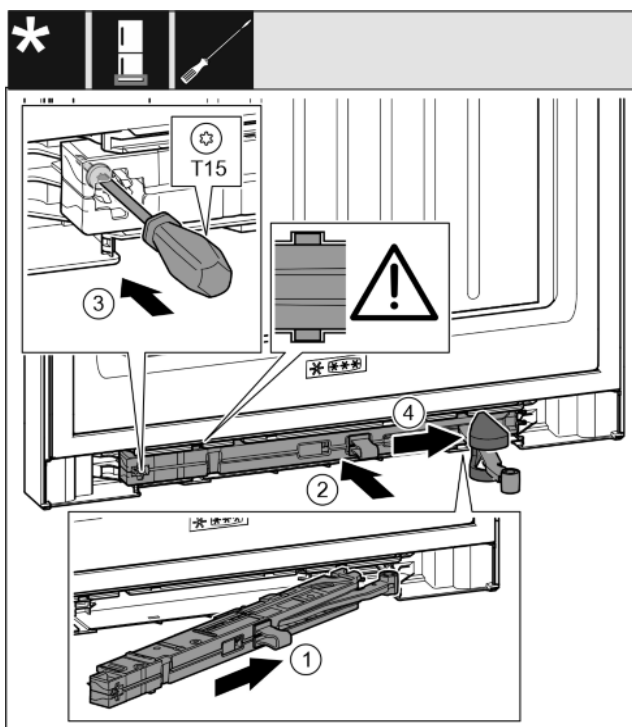

*Fig. 36*
- ▶ Tolja be ferdén, ütközésig a záráscsillapító egységet a mélyedésbe a csapágybak felőli oldalán. *Fig. 36 (1)*
- ▶ Tolja be teljesen a mélyedésbe a záráscsillapító egységet. *Fig. 36 (2)*
- ▶ Húzza meg a csavart egy T15 csavarhúzóval. *Fig. 36 (3)*
- ▶ Tolja rá a fedelet a csuklóra. *Fig. 36 (4)*